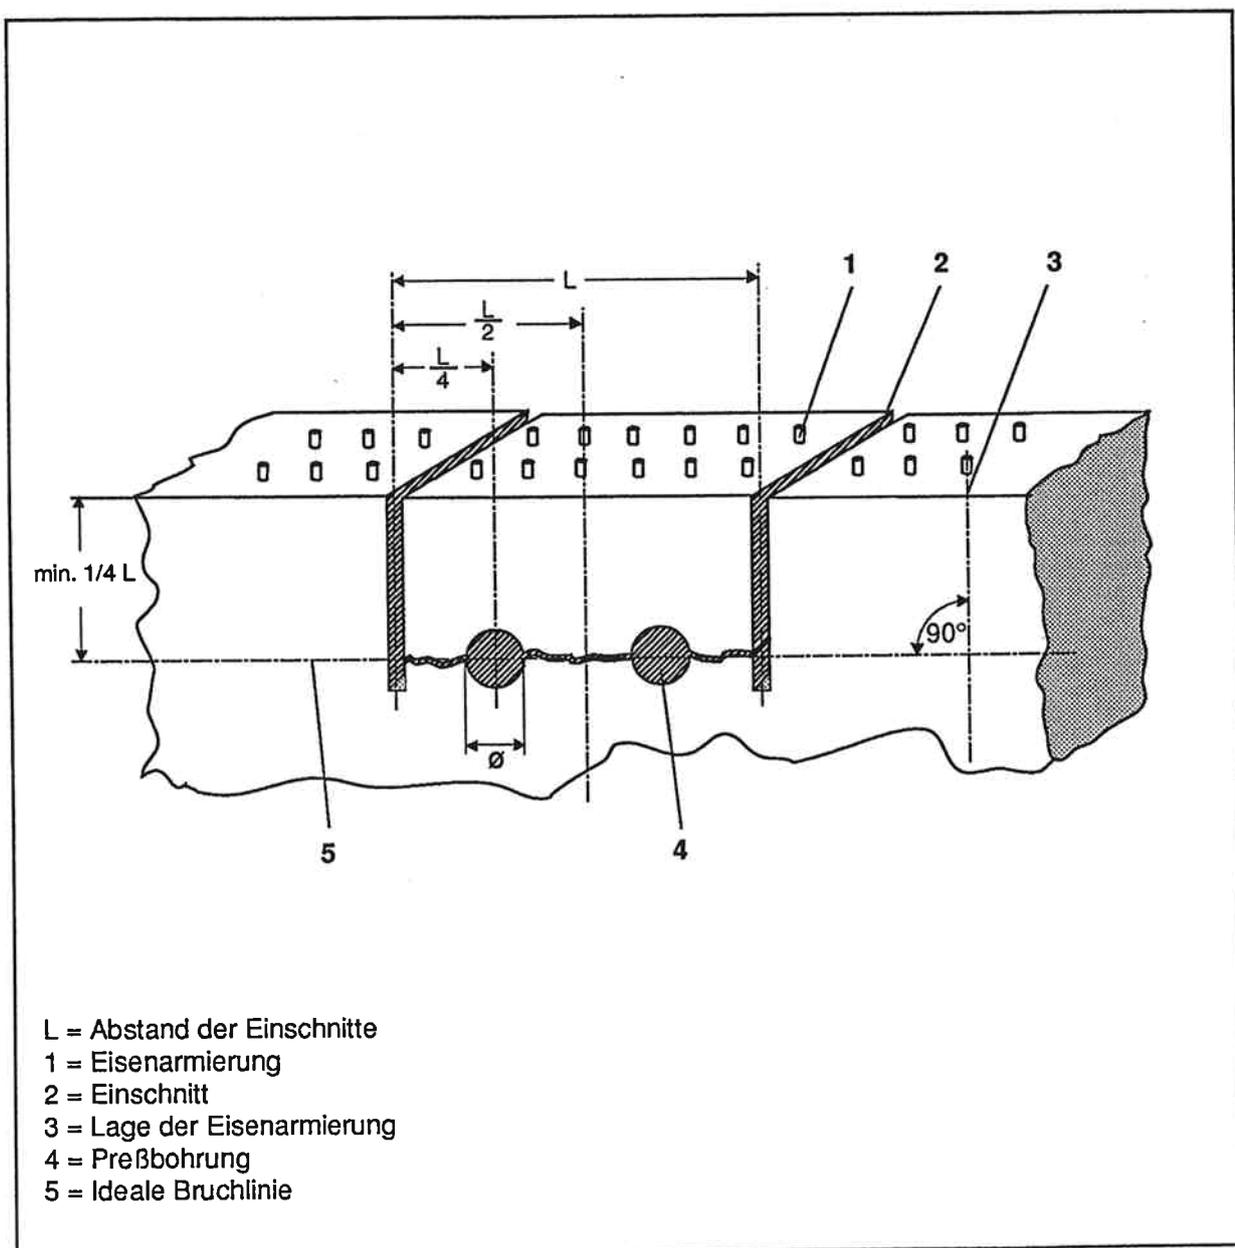
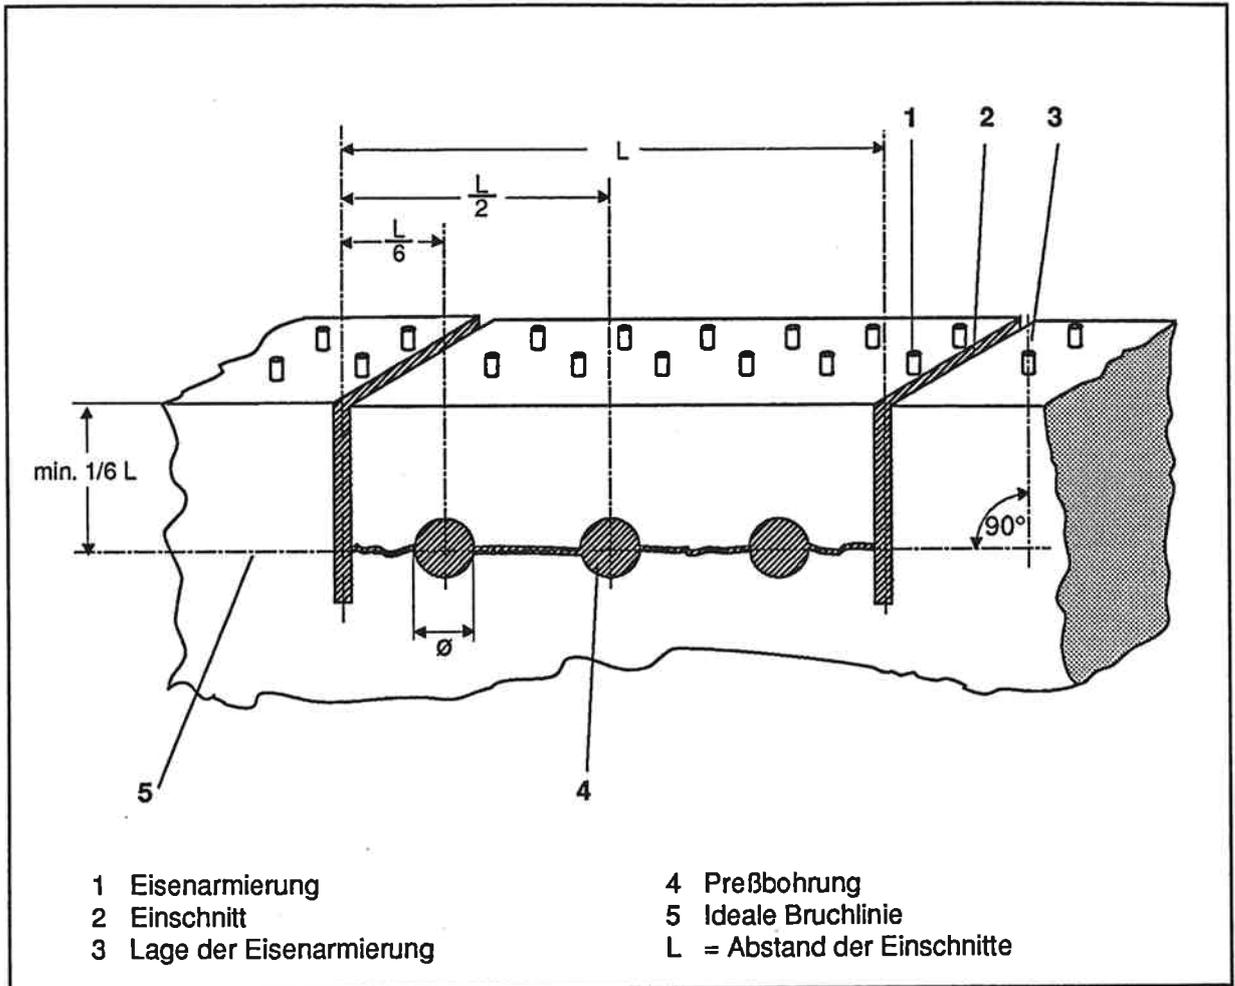

Abb. 5-3 Preßbohrungen für 2 Preßwerkzeuge
Abb. 5-4 Preßbohrungen für 3 Preßwerkzeuge
3. Die optimale Lage der Preßbohrungen ist in Abb. 5-3 für 2 und in Abb. 5-4 für 3 Preßwerkzeuge angegeben.
4. Die Bohrungen müssen so tief sein, daß die Preßwerkzeuge vollständig in die Bohrungen eingesetzt werden können (Abb. 5-4).